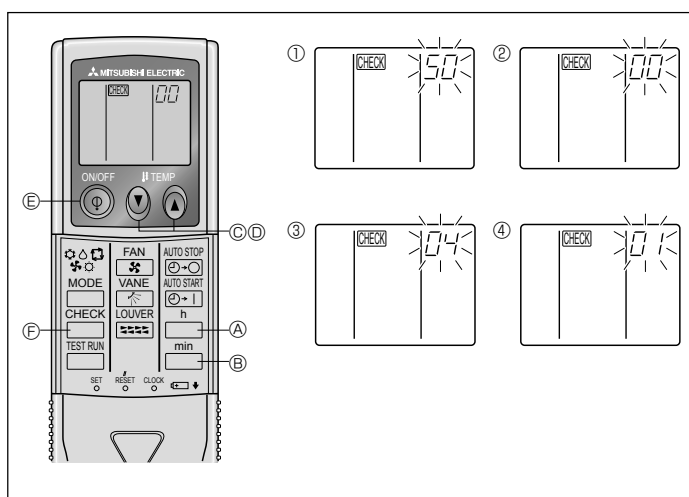

Fig. 6-10
⑧ Tryck på MODE-knappen \odot , läget och inställningsnumret (I) och (II) ändras till
⑨ Tryck samtidigt in knapparna FILTER \odot och TEST RUN \odot i minst två sekunder. Indikeringarna för funktionsinställningar slocknar ett ögonblick, samtidigt som visningen för luftkonditionering av (OFF) visas.
2) För trådlös fjärrkontroll (Fig. 6-10)